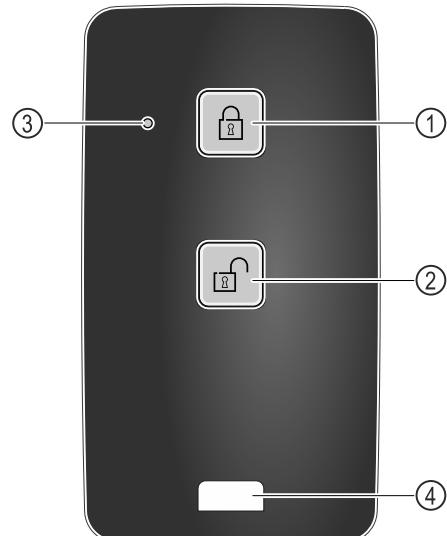

Fig. 219
- (1) Замок заблокувати
- (2) Замок розблокувати
- (3) Статус світлодіод
- (4) Кріпильна петля
- Натисніть кнопку Fig. 219 (1) на дистанційному керуванні.
- Натисніть кнопку Fig. 219 (2) на дистанційному керуванні.
- Статусний світлодіод Fig. 219 (3) при натисненні клавіші дає оптичне зворотне повідомлення.
- Петля Fig. 219 (4) для кріплення дистанційного керування наприклад на в'язці ключів.